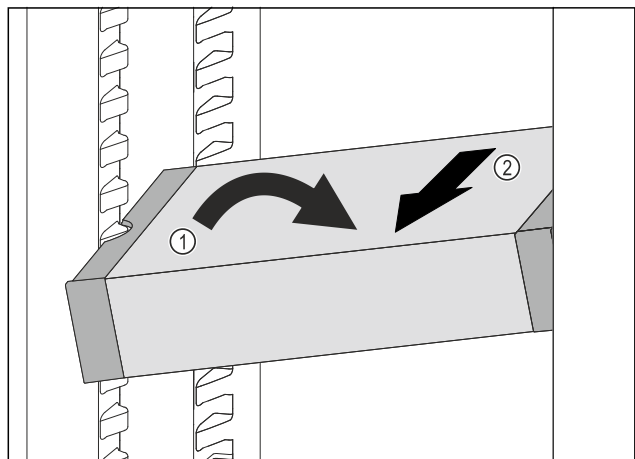

Fig. 186
- Fig. 186 (1)
- Sortir le tiroir VarioSafe par l'avant. Fig. 186 (2)